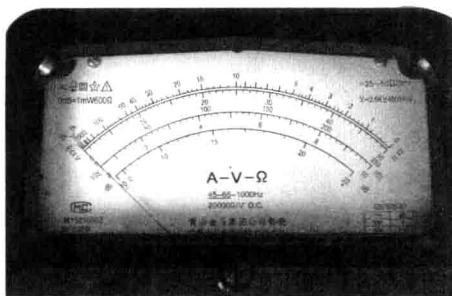

图 1-9 万用表表盘
②表盘标度尺。表盘标度尺有以下特点:有的标度尺是均匀的,如直流电压、直流电流和交流电压共用同一标度尺。有的标度尺是非均匀的,如电阻等。一般万用表最上面一条是电阻标度尺,用“ $\Omega$ ”表示;从上到下第二条是直流电压、直流电流和交流电压的共用标度尺,用“ $\sim$ ”、“V”、“mA”表示。图 1-9 是某一型号万用表的表盘。